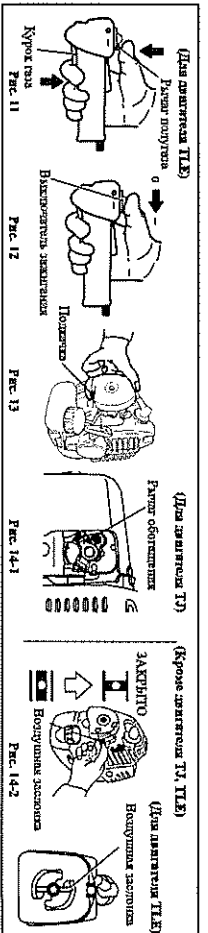

Рис. 10
1. Подготовка к запуску двигателя (рис. 10)